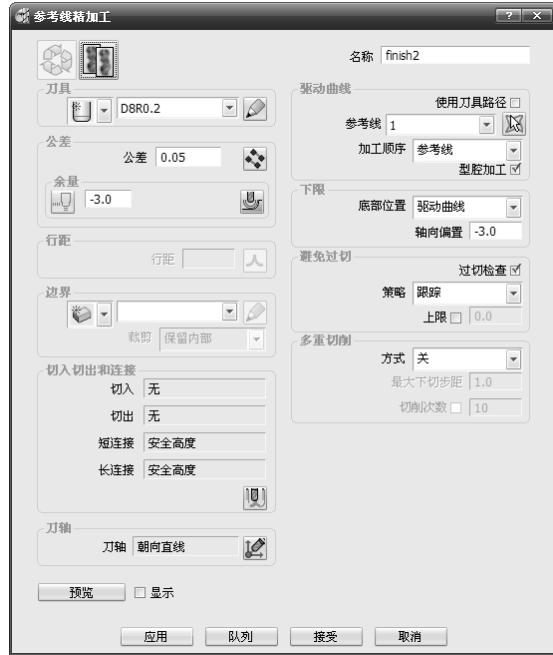

图 4-92 “参考线精加工”对话框
2) 在“参考线精加工”对话框中设置相关参数，如图 4-92 所示。